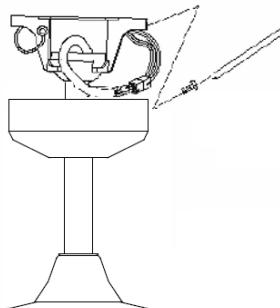

Fig. 8
- Coprire la staffa di montaggio con la calotta. Assicurarsi che tutti i cavi elettrici siano nascosti all'interno della calotta e che non siano stati danneggiati durante questa operazione. Fissare la calotta alla staffa di supporto utilizzando le viti in dotazione. Fig. 8.